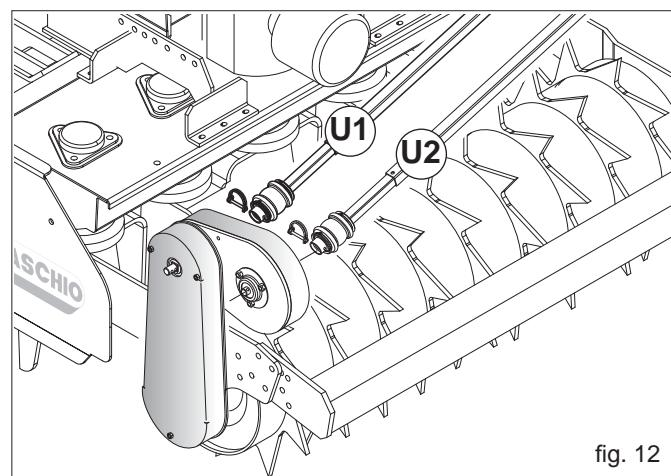

fig. 12
- 7) Cuplați arborele cardanic (Fig. 12) la transmisia ruloului posterior al grapei rotative, blocându-l cu șiftul de siguranță din dotare. Din tabelul de semănat extrageți poziția corectă de cuplare (**U1 - U2**).
- 2) Scoateți arborele cardanic al transmisie (U1-U2, Fig. 12) și apoi demontați bara de împrăștiere de la grapa rotativă.
Poziția de deschidere a rulourilor dozatoare se va face întotdeauna cu bazinul și cu cutiile de distribuție goale (Fig. 12).